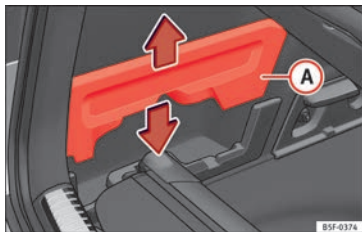

Abb. 165 Im Gepäckraum: Aufnahme zum Verstauen der Gepäckraumabdeckung.
- Entfernen Sie die Abdeckungen »» **Abb. 165**